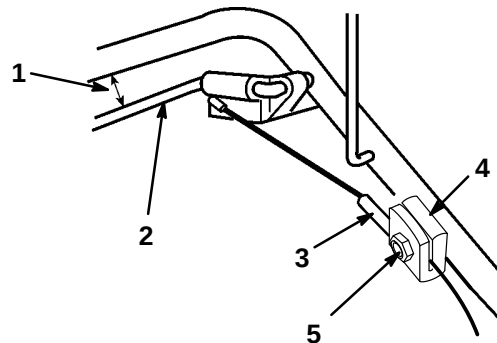

Figure 16
1. Desserrer l'écrou du support de câble (Fig. 16).
2. Tenir la barre de commande de traction à une distance de 1 à 1 1/2" (25 à 38 mm) du mancheron (Fig. 16).